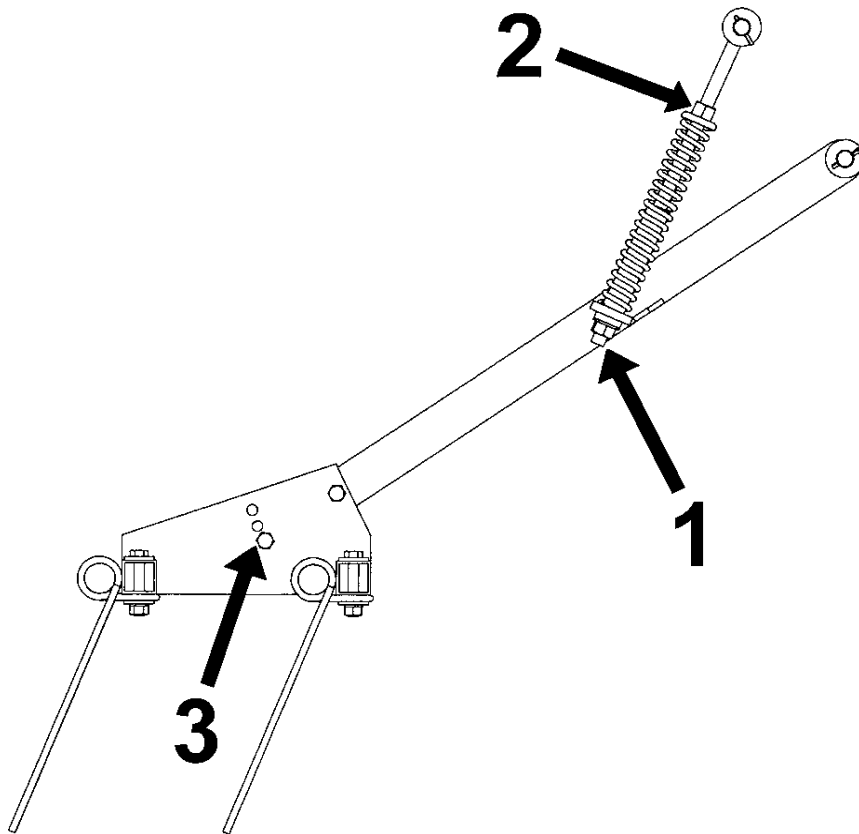

fig. 8
- 1- En altura, actuando sobre la tuerca inferior (1, fig. 8).
- 2- En presión, mediante la tuerca superior del tensor (2, fig. 8).
- 3- En inclinación, variando la posición de los tornillos que sujetan la rastra a los brazos (3, fig. 8).